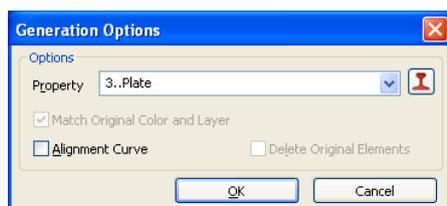

Рис.3.22. Диалоговая панель опций вытягивания КЭ
- на основе процедуры *вытягивания*, которая почти аналогична процедуре выдавливания, описанной выше, с одним отличием: траектория создания КЭ задается заранее созданными *размеченными непрерывными* линиями. Есть вариант вытягивания КЭ с применением линий (команда **Mesh→Sweep→Curve...**) или одномерных или двумерных КЭ (команда **Mesh→Sweep→Element...**). Сначала (соответственно команде) выбираются „опорные” кривые или *однотипные* КЭ, потом – кривые будущей траектории. Появляется диалоговая панель „**Generation Options**” (см. рис.3.22), на которой почти все опции рассмотрены выше.